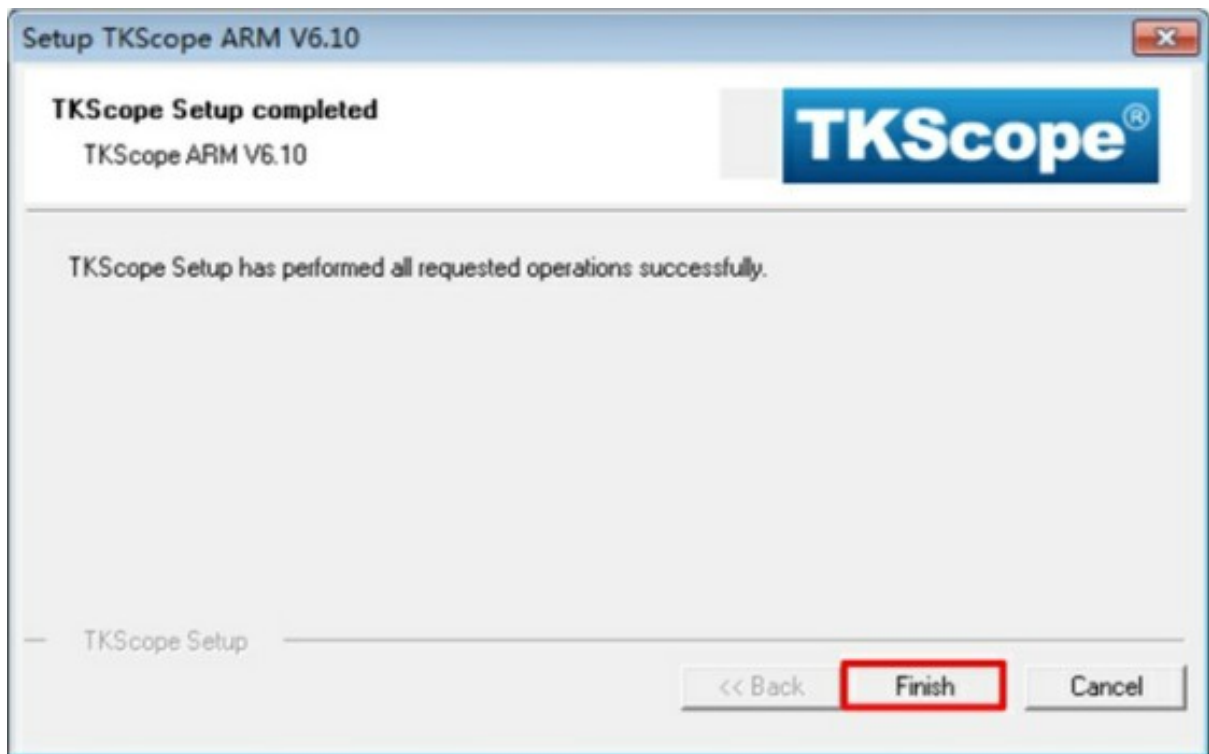

图 41: TKScope ARM 安装完成
(7) 安装完成后，点击 **【Finish】** 结束安装，如 图 41 所示。